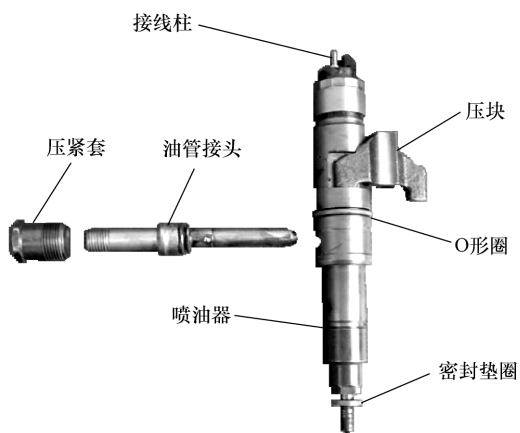

图 9-28 潍柴 WP12 共轨柴油机喷油器拆装
- ① 断开喷油器油管，拆下高压油管接头（图 9-28）。
- ② 拆下气门室盖，拆下接线柱的导线，拆下压块螺栓，取下压块。
- ③ 利用呆扳手转动喷油器，然后将喷油器取出。
- ① 清理喷油器座孔；O 形圈、喷油器密封垫圈和油管接头要更换新件。
- ② 将喷油器放进缸盖，确保喷油器各个定位正确，并与密封圈正确接触，并用 $3\text{N} \cdot \text{m}$ 的力矩扭紧喷油器的压块螺栓。
- ③ 松开喷油器夹紧螺栓，使其对喷油器的轴向力为 0N 。并确保喷油器在气缸盖内正确定位。
- ④ 将高压接头装入缸盖并用 $15 \sim 20\text{N} \cdot \text{m}$ 的力矩预紧高压接头螺母。
- ⑤ 用 $8\text{N} \cdot \text{m} + 90^\circ$ 扭紧压块螺栓。
- ⑥ 用 $50 \sim 55\text{N} \cdot \text{m}$ 的力矩扭紧高压接头螺母。